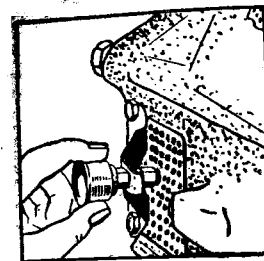

Рис. 24. Смазка сцепления.
10. *Подшипник выключения сцепления* смазывайте поворотом крышки масленки на 2—3 оборота (рис. 24). По израсходованию запаса смазки в крышке масленки его следует возобновить. При постановке нового шланга предвари-